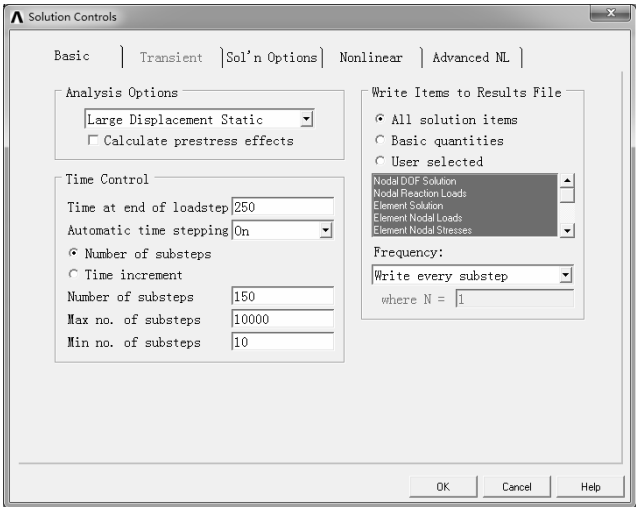

图 9-120 “Solution Controls” 对话框
1) 选择 “Main Menu>Solution>Analysis Type>Sol’n Controls” 命令，弹出 “Solution Controls” 对话框，选中 “Large Displacement Static” 分析选项，在 “Time at end of loadstep” 文本框中输入 250，选择 “Automatic time stepping” 为 “On”，设置 “Number of substeps” 为 150，“Max. no. of substeps” 为 10000，“Min no. of substeps” 为 10，选择 “Frequency” 为 “Write every substep”，如图 9-120 所示。单击 “OK” 按钮确认。